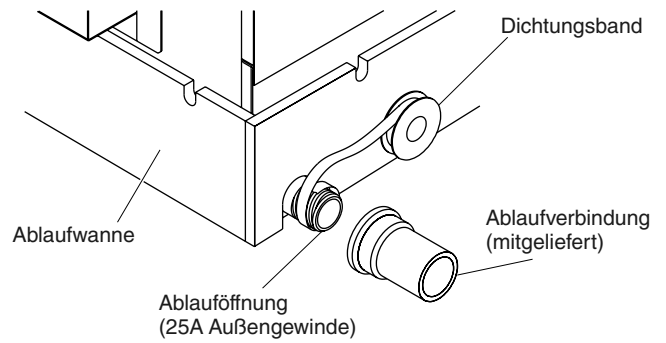
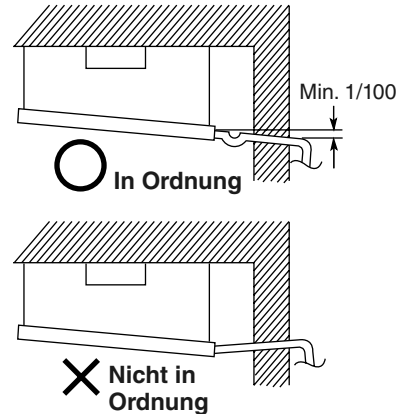

Abb. 3-173
Abb. 3-174
- (1) Ein Standard-Hart-PVC-Rohr (Außendurchmesser: 32 mm) als Ablauf vorbereiten und den mitgelieferten Ablauf-Anschlussstutzen verwenden, um Undichtigkeiten zu vermeiden. Das PVC-Rohr muss separat gekauft werden. Bei dieser Verbindung Klebemittel für PVC-Rohr an der Verbindungsstelle auftragen.
- (2) Wenn ein Ablaufverbinder (mitgeliefert) an der mit Gewinde versehenen Ablauföffnung mit Dichtband umwickeln und dann den Verbinder anschließen. (Abb. 3-173)
- (3) Sobald das Ablaufrohr fest angeschlossen ist, das Rohr mit Isolierung (im Fachhandel erhältlich) umwickeln.
- (4) Sicherstellen, dass die Ablaufleitung ein Gefälle aufweist (1/100 oder mehr) und Wasserfallen vorbereiten, wie in Abb. 3-174 gezeigt.